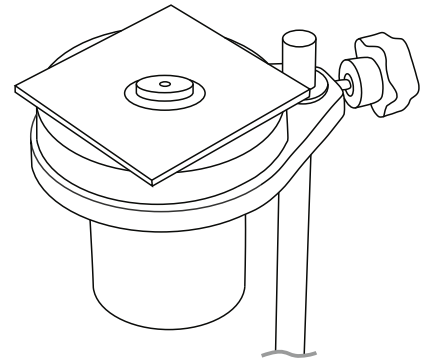

Figura 1
- 1 Coloque la copa en el soportea y nivele la copa empleando la placa de vidrio y el nivel de burbuja suministrados con el soporte (Figura 1).